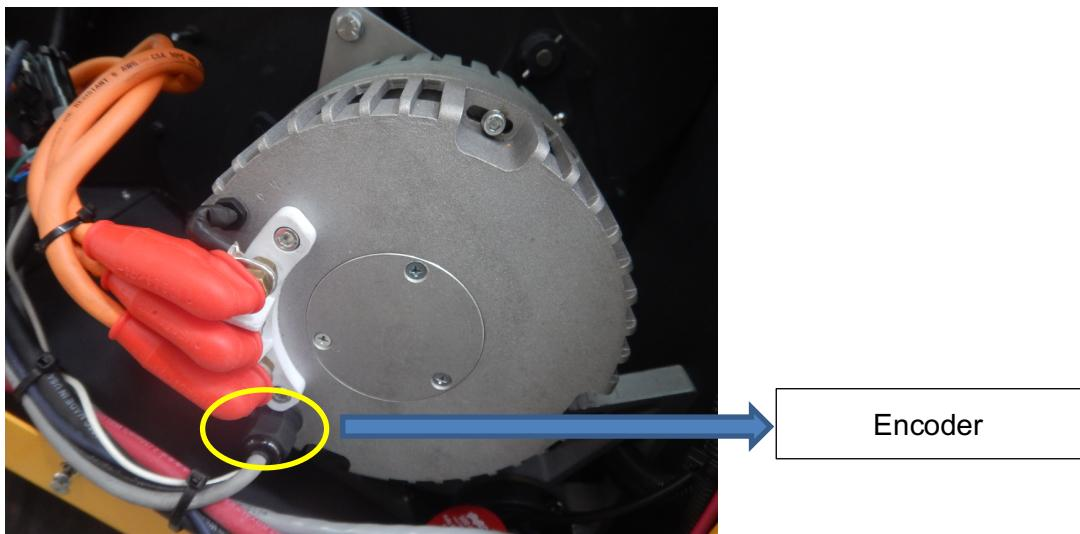

Figura 11 – Motor trifásico
- Motor: Cada lateral do Warthog é composto por um motor trifásico, acoplado a um sistema de transmissão com correia dentada ligado as rodas (Figura 11). O motor possui um encoder interno.